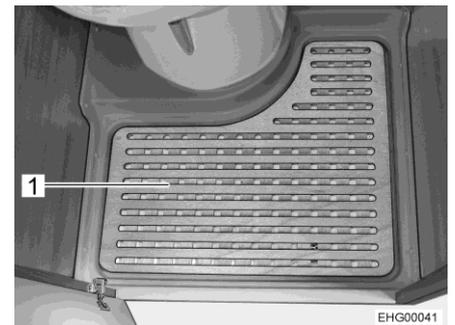

Bild 94 Herausnehmbare Bodenplatte
- Herausnehmbare Bodenplatte (Bild 94,1) zum Duschen entfernen.